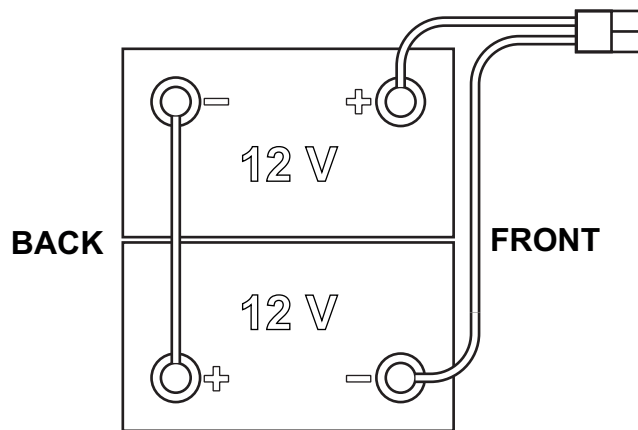

Figure 1
La machine requiert 2 batteries de 12 V, branchées selon le schéma indiqué en Figure 1.
1. Enlever la clé opérateur (41).
2. Débrancher le connecteur des batteries en appuyant sur le bouton-poussoir d'urgence (5).
3. Ouvrir le couvercle (18) et vérifier si le réservoir de l'eau de récupération (17) est vide. Dans le cas contraire, le vider au moyen du tuyau de vidange (26).
4. Fermer le couvercle (18).
5. Saisir la poignée (35) et soulever le groupe réservoir eau de récupération (17) avec soin.
8. Placer et installer les câbles des batteries comme indiqué dans le schéma de la Figure 1, puis serrer soigneusement l'écrou sur chaque borne de la batterie.
9. Placer le capuchon de protection sur chaque borne, puis brancher le connecteur des batteries (6).
10. Dégager la tige de support (36), puis saisir la poignée (35) et baisser le groupe réservoir eau de récupération (17) avec soin.